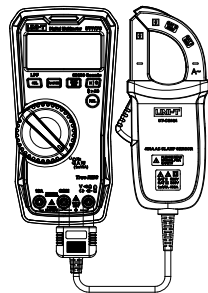

Abbildung 9
8. Stromsondenmessung (ACA/DCA) (Abbildung 9)